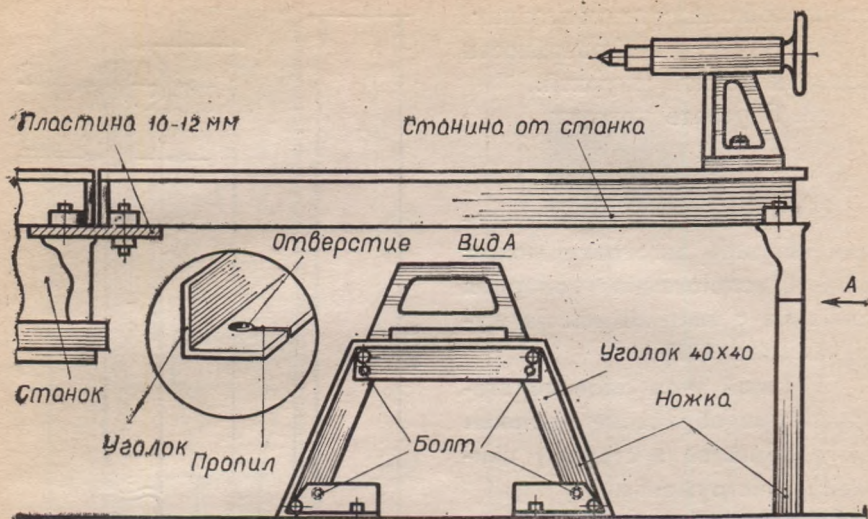

Рис. 129. Стойка для школьного токарного станка.
2. Установить стойку для крепления задней бабки. Стойка (рис. 129) изготавливается из древесины или металла. Она должна обладать большим запасом прочности и надежно крепиться к полу.